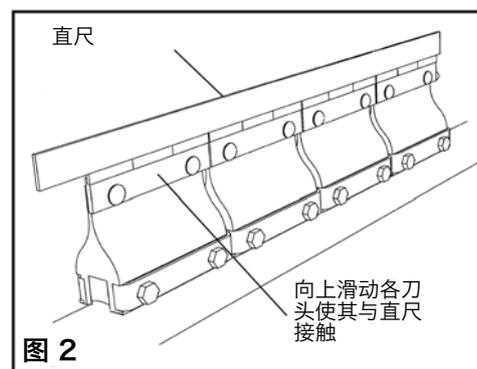

图 2
2. **安装固定杆。** 移除锁定块上的两个锁定块螺栓，然后移除锁定块的外半部分。对于反面的锁定块，只需要松开锁定块螺栓使固定杆可以自由滑动（图 2）。将固定杆滑过输送带，滑入松开的锁定块中并将其置于锁定块外半部分中。将锁定块外半部分置于固定杆上，重新安装锁定块螺栓。固定好固定杆，使刀头位于输送带的中部并适度拧紧两边的锁定块螺栓。不要拧得过紧。
2. **对齐刮刀刀头。**将刀头推到一起，使刀头之间的空隙不超过 0.25mm 到 0.38mm (0.010" 到 0.015")。沿新刀头上面放一直尺。向上拉各个刀头使其对齐直尺下边缘并拧紧螺母 (图 2)。